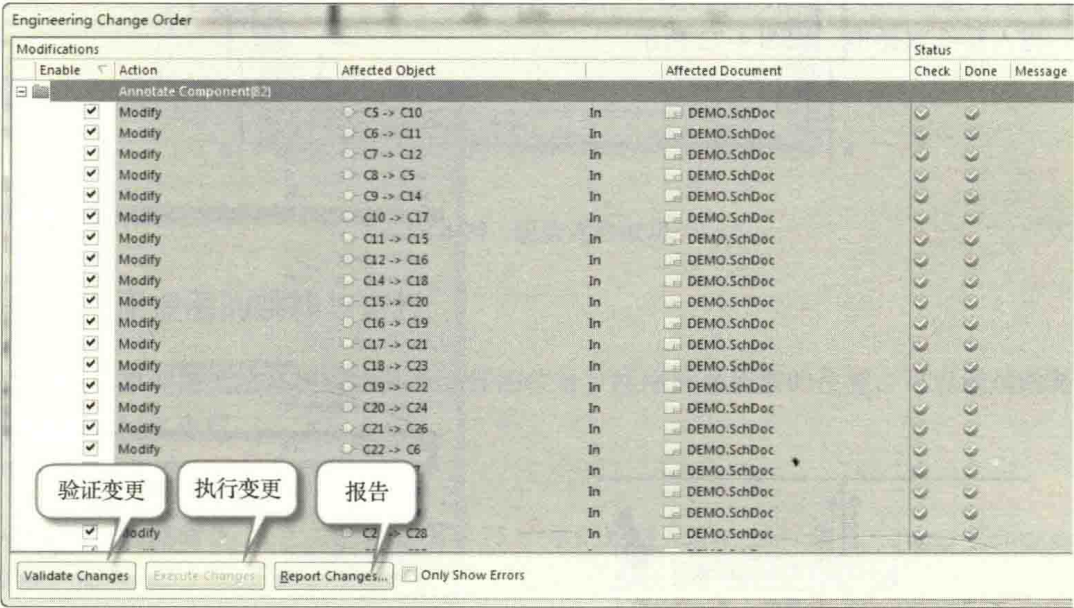

图 4-71 工程变更单
- (3) Matching Options: 编号过滤适配, 按照默认设置即可。
- (4) Schematic Sheets To Annotate: 需要编号的原理图页, 用来设定工程中参与编号的原理图页, 如果想对此原理图页进行编号, 在前面进行勾选, 不勾选表示不参与。
- (5) Proposed Change List: 变更列表, 列出元件当前编号和执行编号之后的新编号。
- (6) 编号功能按钮如下。
- ① 单击“Reset All”按钮, 复位所有的元件编号, 使其变成“字母+?”的格式。
- ② 单击“Update Changes List”按钮, 对元件列表进行编号变更, 系统就会根据之前选择的编号方式进行编号。
- ③ 单击“Accept Changes (Create ECO)”按钮, 接受编号变更, 实现原理图的变更, 如图 4-71 所示, 会出现工程变更单, 将变更选项提供给用户进行再次确认。可以执行“Validate Changes”来验证变更是否 OK, 如果 OK, 在右侧“Check”栏会出现绿色“√”表示全部通过。通过之后, 单击“Execute Changes”按钮执行变更, 即可完成原理图中位号的重新编辑。